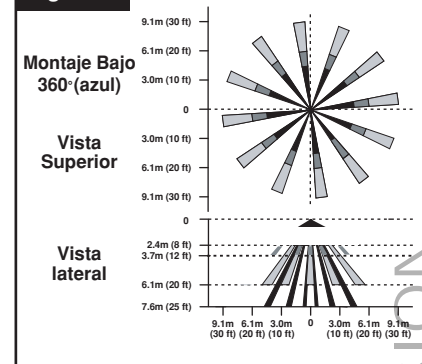

Figura 7A
3. Para cambiar el lente, gire el anillo de manera que los dos puntos endentados se alineen y jálelo hacia fuera de las pestañas (**vea Figura 7A**).